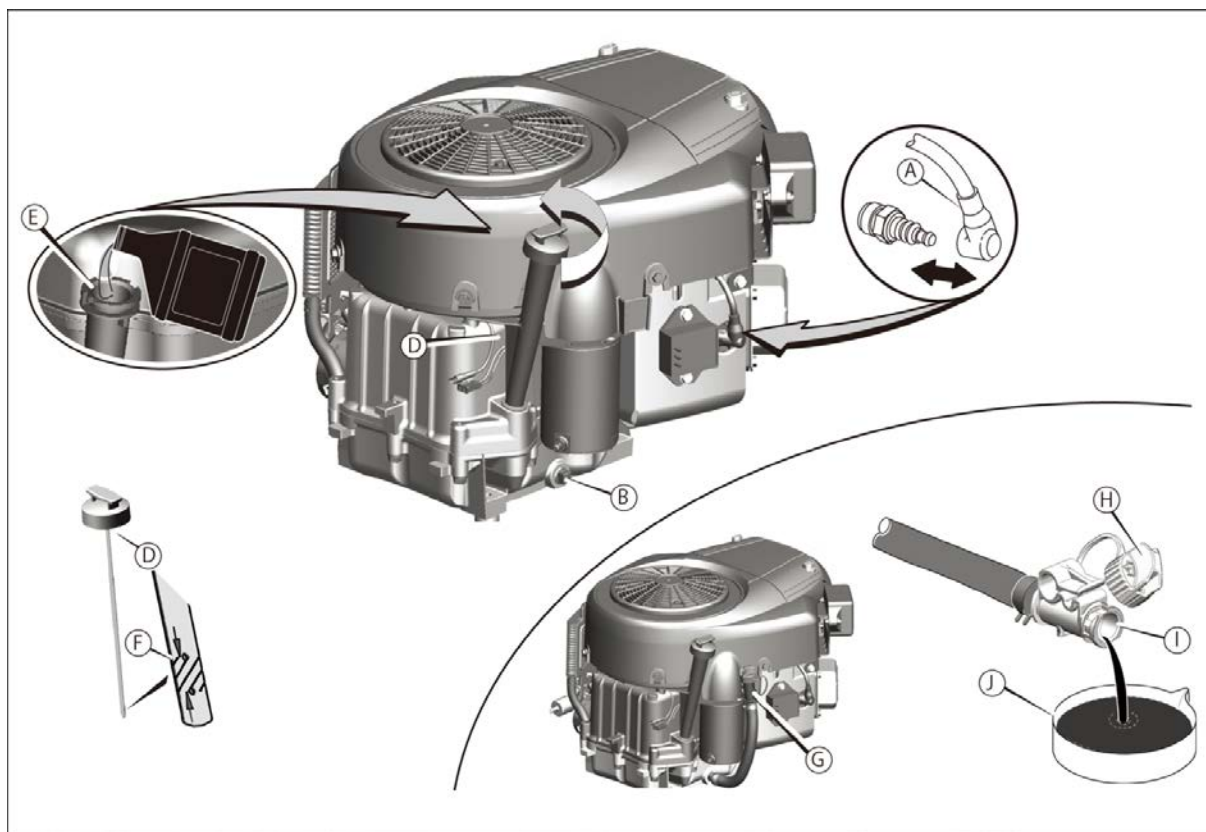

図 13 エンジンのメンテナンス
1. エンジンがまだ温まっている間に、スパーク・プラグワイヤー（図 13 の A）を引き抜き、スパーク・プラグから遠避けます。
1. オイルゲージ (図 13 の D) を外してきれいな布でふき取ります。
2. 新しいエンジンオイルをゆっくりと入れます (E)。入れ過ぎないでください。オイル注入後 1 分ほど待ってからオイルレベルを確認します。
4. オイルゲージを抜いてレベルを確認します。ゲージの「FULL」マーク (F) まで入っていることが必要です。